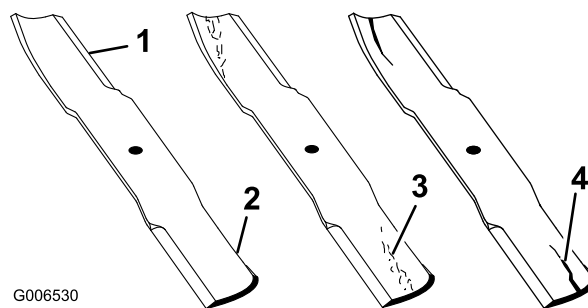

Figure 51
1. Examinez le tranchant des lames (Figure 51). Si elles ne sont pas tranchantes ou si présentent des indentations, déposez et affûtez les lames ; voir Affûtage des lames.
2. Inspectez les lames, surtout la partie relevée (Figure 51). Remplacez immédiatement toute lame endommagée, usée ou qui présente une entaille (repère 3 de la Figure 51).